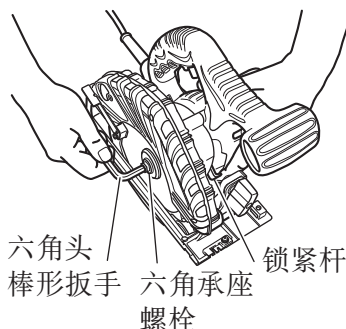

图 12
- (1) 将锯割深度调到最大，将电圆锯如图 12 所示放置。
- (2) 压住锁紧杆，锁住主轴，然后用六角条形扳手拆下内六角螺栓。
- (3) 握住下部防护杆以使下部防护完全缩回到锯盖内，拆下锯片。